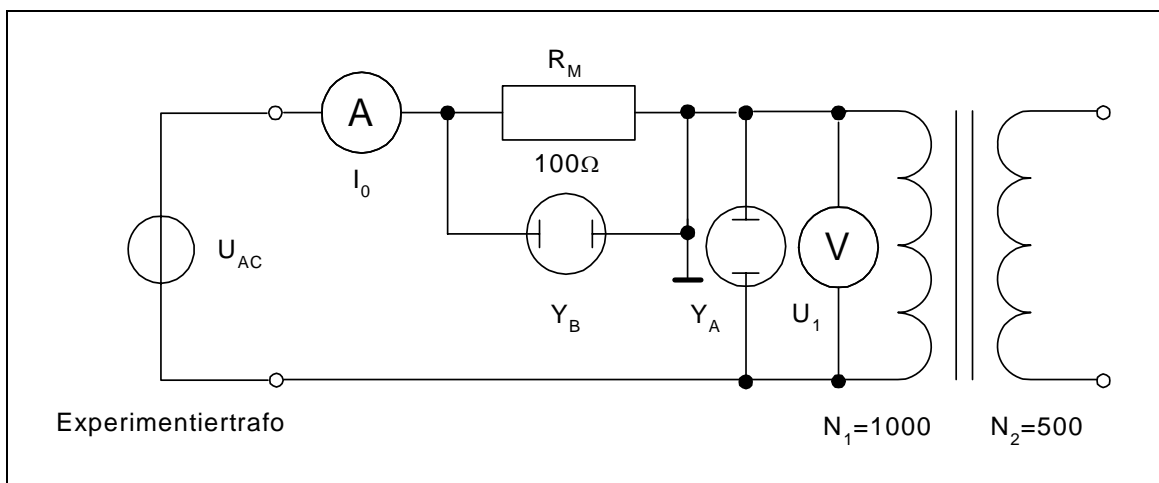

Bild 1
Bauen Sie die Schaltung nach Bild 1 mit $U_1 = 12V$ auf!
- 2.2.1 Realisieren Sie die Schaltung nach Bild 1 und schließen Sie die Sekundärwicklung kurz! Stellen Sie den in der Vorbereitung berechneten Nennstrom (Primärstrom) ein und messen Sie die Kurzschlussspannung U_K und den Phasenwinkel φ . Tragen Sie die Werte in Tabelle 2 ein!